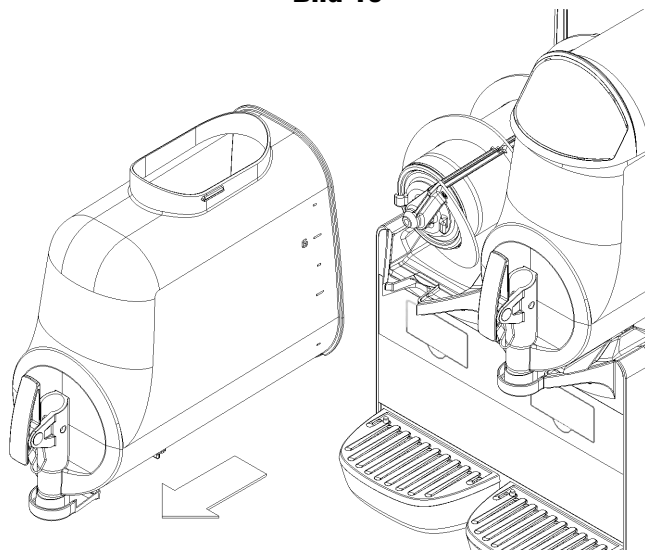

**Bild 10**
**2** Zum Ausbau des Behälters den entsprechenden Hebel nach oben drücken (Bild 10) und dann den Behälter